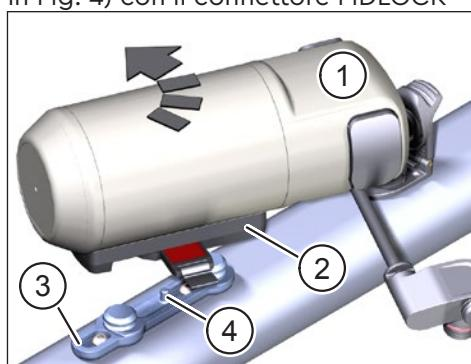

Fig. 4: Uso del Range Extender
- ▶ Posizionate il Range Extender (Pos. 1 in Fig. 4) con il connettore FIDLOCK® Force Connector (Pos. 2 in Fig. 4) in diagonale sulla FIDLOCK® Bike Base (Pos. 3 in Fig. 4). Il perno (Pos. 4 in Fig. 4) della FIDLOCK® Bike Base deve scorrere nella corrispondente presa del FIDLOCK® Force Connector quando viene messo. I magneti ti sosterranno quando lo metti e il Range Extender dovrebbe bloccarsi automaticamente in posizione con un clic udibile.